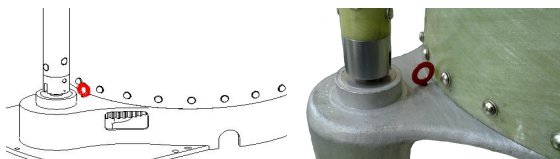

图 13a (III 电流 $\leq 600A$ 及单相开关) 图 13b (III 电流 $> 600A$)
- (5) 校正开关头的位置。
- (6) 用螺栓将开关头紧固到安装法兰上。
- (7) 取下切换开关油室底部耦合器上的定位件(图 13a, 图 13b)。
(5) 取下切换开关上涂有红色油漆标志的定位件(图13a, 图13b)。
(6) 拆下切换开关油室上连接导线的M10螺栓、屏蔽罩等零件, 将分接选择器导线紧固在切